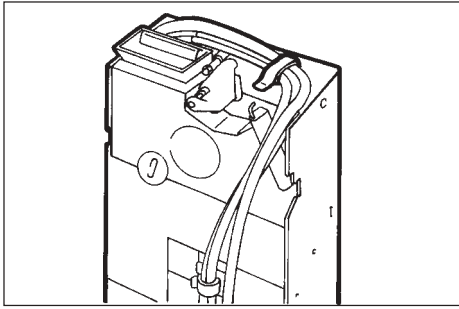

Fig. 19
- Introducir los tres cables del monedero en el sujetador de cables, asegurándose de que éstos no obstaculicen la entrada de las monedas o el funcionamiento correcto de la palanca devolución del monedero (Fig. 19).